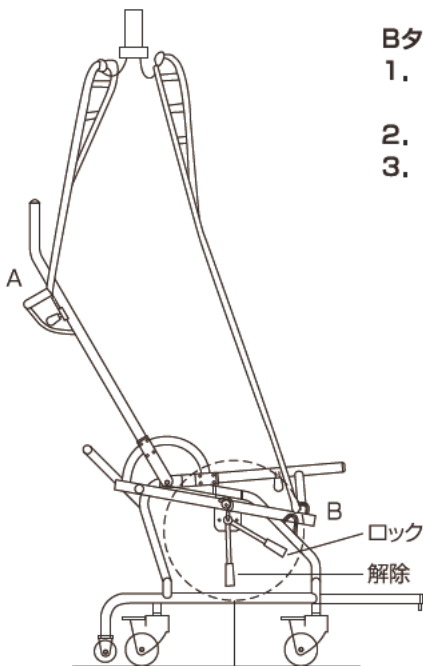

図6、図7
1. ツルベルト4本を座部の位置に取り付けます。A/B左右に取り付けます。(図6) Aの位置には短いベルト、Bの位置には長いベルトを取り付けます。